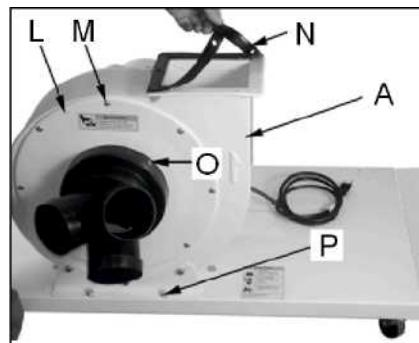

Рис. 3
С помощью 4 шестигранных болтов (P) и шайб закрепите двигатель и корпус крыльчатки (A, Рис. 3) на основании.
С помощью 8 винтов с цилиндрическими головками (M) зафиксируйте корпус крыльчатки (L, Рис. 3).